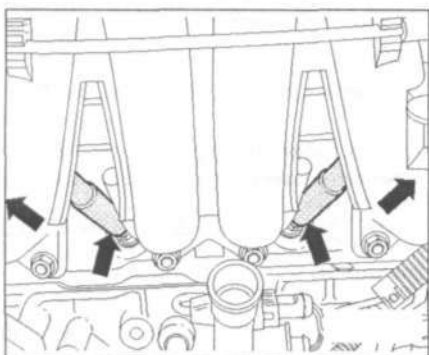

Рис. 2.18. Отсоедините высоковольтные провода (стрелки) от свечей зажигания.
9. Отсоедините высоковольтные провода (стрелки) от свечей зажигания с помощью ключа T10029 (рис. 2.18). Наружные стрелки (левая и правая) направлены к непоказанным на рисунке свечам зажигания.